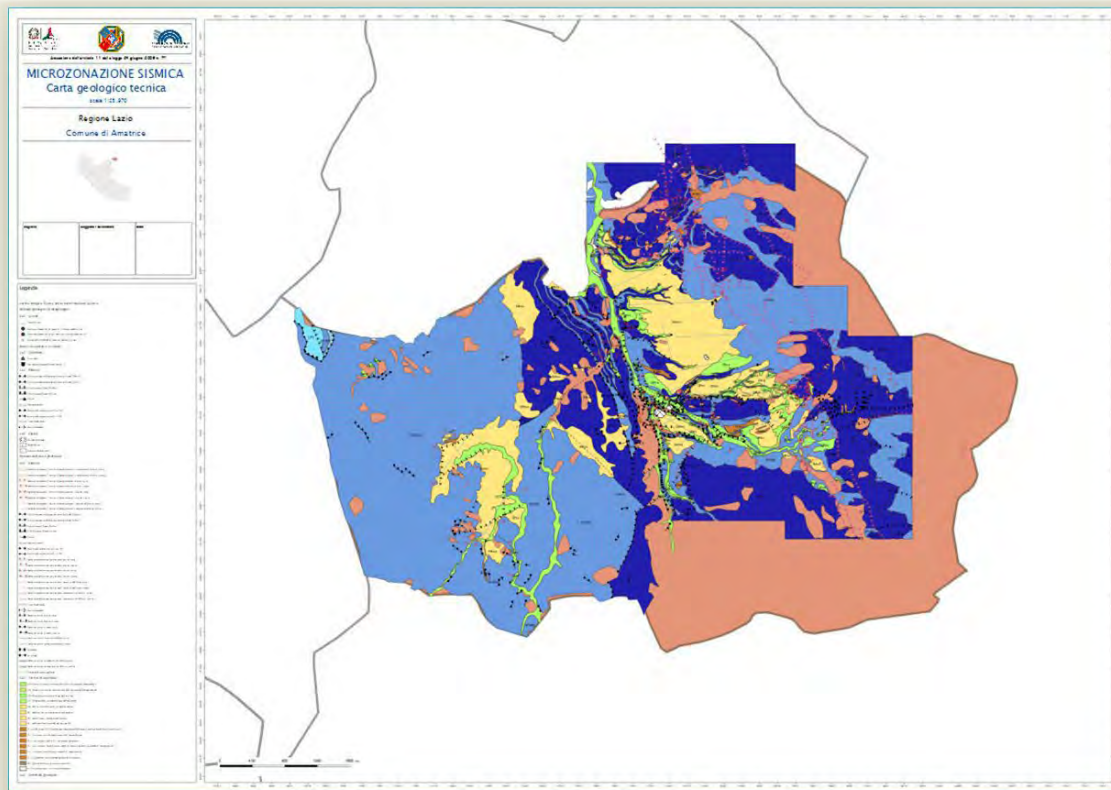

Figura 34 – Layout della Carta geologico-tecnica per la microzonazione sismica
- si aprirà la finestra del **Compositore di stampe** con il layout desiderato (Figura 34).